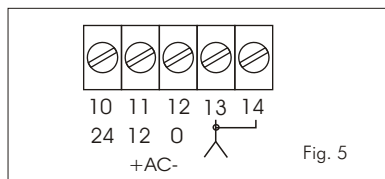

Fig. 5
**1b -** Brancher l'alimentation 12 ou 24 Vac/dc sur les bornes 10, 11, 12. (fig. 5):